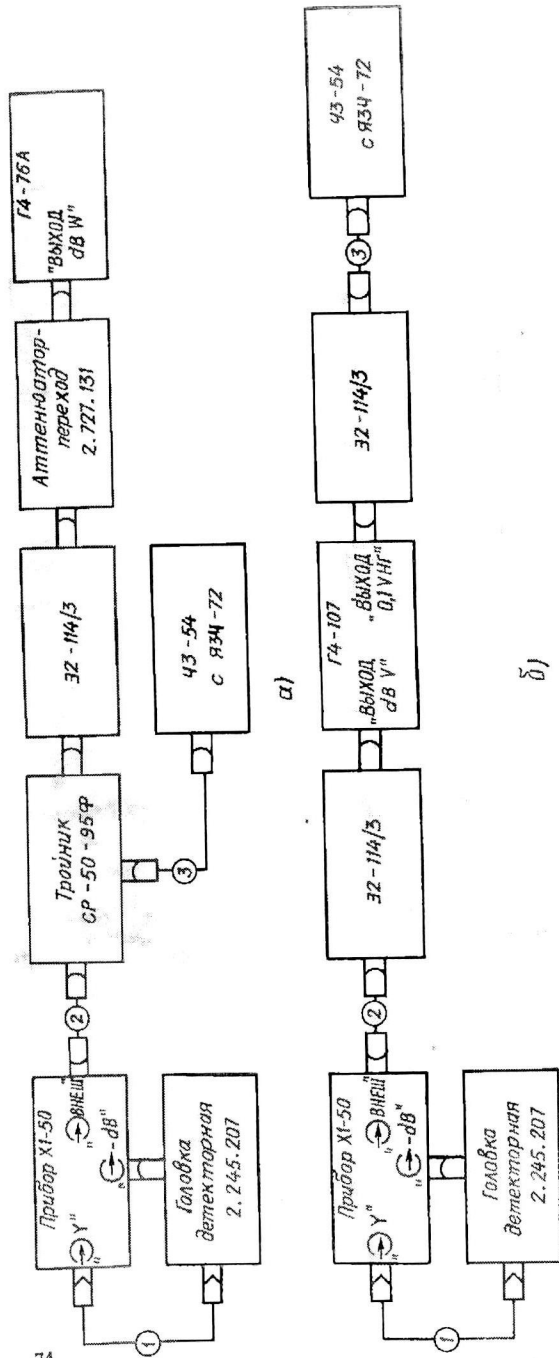

РИС. 20. СХЕМА СОЕДИНЕНИЙ ПРИ ПРОВЕРКЕ ГРАНИЧНЫХ ЧАСТОТ ПОДДИАПАЗОНОВ ПОЛОСЫ КАЧАНИЯ И ПОГРЕШНОСТИ ИЗМЕРЕНИЯ ЧАСТОТЫ:
для определения наибольшей частоты I поддиапазона приборы соедините по схеме, приведенной на рис.20,а, ручки Р  ,  , МЕТКИ и ПОЛОСА установите в крайнее правое положение, внешнюю метку изменением частоты генератора Г4-76А установите в центр экрана прибора и частотомером ЧЗ-54 с блоком ЛЗЧ-72 измерьте частоту сигнала генератора;
проверьте минимальную и максимальную частоты II и III поддиапазонов аналогично, как и для I поддиапазона; для этого соедините приборы по схеме, приведенной на рис.20,а, и нажмите кнопку Р2 или Р3 в приборе соответственно; при измерении минимальной частоты поддиапазона ручки Р  ,  установите в крайнее левое положение, а при измерении максимальной частоты - в крайнее правое положение; максимальная частота III поддиапазона является и максимальной рабочей частотой диапазона.
отпустите кнопку ВНУТР - ВНЕШ и ручками $F \blacktriangledown$, $F \blacktriangleright$ начало I поддиапазона (провал АЧХ) установите в начале наблюдаемой АЧХ; соедините приборы по схеме, приведенной на рис.20,б; в генераторе установите сигнал такой частоты и величины, чтобы внешняя метка была отчетливо различима, а ее середина находилась в конце наблюдаемой АЧХ, и частотомером ЧЗ-54 измерьте частоту внешнего генератора; измеренная частота является значением максимальной узкой полосы качания в начале I поддиапазона;
соедините приборы по схеме, приведенной на рис.20,а, в генераторе Г4-76А по частотомеру ЧЗ-54 установите частоту поддиапазона $f_{\text{кон}} = 435$ МГц, ручками $F \blacktriangledown$, $F \blacktriangleright$ внешнюю частотную метку совместите с концом АЧХ; вместо генератора Г4-76А подключите генератор Г4-107 (см. рис.20,б) и перестройкой его частоты метку совместите с началом АЧХ и измерьте частоту генератора $f_{\text{нач}}$; максимальную полосу качания в конце I поддиапазона определите по формуле
Для проверки максимальной узкой полосы качания в начале II поддиапазона приборы соедините по схеме, приведенной на рис.20,а, нажмите кнопку 2 верхнего переключателя прибора, в генераторе Г4-76А по частотомеру ЧЗ-54 установите частоту $f_{\text{нач}} = 435$ МГц и ручками $F \blacktriangledown$, $F \blacktriangleright$ внешнюю метку совместите с началом АЧХ; генератором Г4-76А метку переместите в конец наблюдаемой АЧХ и частотомером измерьте частоту $f_{\text{кон}}$; максимальную узкую полосу качания в начале II поддиапазона определите по формуле (4);
нажмите кнопку УЗК - ШИР, соедините приборы по схеме, приведенной на рис.20,а и проверьте максимальную полосу качания в
подключите к гнезду ВНЕС прибора генератор Г4-76А и частотомер ЧЗ-54 по схеме, приведенной на рис. 20, а; отпустите кнопку ВНУТР - ВНЕС, середину внешней метки перестройкой частоты генератора Г4-76А совместите с 4-й и 8-й вертикалями масштабной сетки экрана и каждый раз измеряйте частотомером частоту генератора;
отпустите кнопку ВНУТР - ВНЕШ, к гнезду ⊕ ВНЕШ подключите генератор Г4-76А и частотомер ЧЗ-54 с блоком ЯЗЧ-72 по схеме, приведенной на рис.20,а; середину внешней метки совместите со светящейся точкой и внешним частотомером измерьте частоту f_6 , обозначаемую внешней меткой; генератор Г4-76А выключите, нажмите кнопку ВНУТР - ВНЕШ;
нажмите кнопку УЗК - ШИР, ручкой F установите в начале наблюдаемой АЧХ; к гнезду ВНЕШ подключите вход генератора Г4-76А и частотомер с блоком ЯЗЧ-72 по схеме, приведенной на рис. 20, а, отпустите кнопку ВНУТР - ВНЕШ; в генераторе Г4-76А по частотомеру ЧЗ-54 установите частоту 435 МГц, ручками ПОЛОСА и F установите такую полосу качания и центральную частоту, чтобы начало поддиапазона и внешняя метка находились на крайних вертикалях сетки экрана; генератор Г4-76А выключите; нажмите кнопку ВНУТР - ВНЕШ;
подключите к гнезду ВНЕШ генератор Г4-76А по схеме, приведенной на рис. 20, а; выходной сигнал генератора выключите, нажмите кнопку ВНУТР - ВНЕШ, ручку ПОЛОСА установите в крайнее правое положение, нажмите кнопку СЧЕТ; по собственному частотомеру ручками F установите среднюю частоту поддиапазона 535 МГц (во II поддиапазоне), 817 МГц (в III поддиапазоне), кнопку СЧЕТ отпустите, кнопку ВНУТР - ВНЕШ отпустите, включите выход генератора Г4-76А; ручками ПОЛОСА, F и при помощи внешней метки установите полосу качания 200 МГц (во II поддиапазоне) и 365 МГц (в III поддиапазоне) так, чтобы внешние метки, отмечающие частоты 435 и 635 МГц (во II поддиапазоне) и 635 и 1000 МГц (в III поддиапазоне), находились на крайних вертикалях сетки экрана.